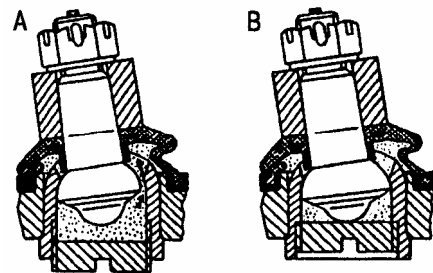

Рис. 6. Заполнение шарнира смазкой
Для замены уплотнителей с помощью приспособлений (рис. 6, 7) выпрессовать шаровые пальцы шарнира из гнезд и заменить уплотнители. Установить пальцы в гнезда, затянуть гайки пальцев моментом 40-50 Н·м (4-5 кгс·см) и проверить состояние стяжного хомута. Если зазор А между стянутыми губками меньше 1 мм, хомут заменить (рис. 2);
- нажать на конец тяги около смазываемого шарнира вверх, чтобы между шаровым пальцем и опорной поверхностью корпуса шарнира образовался зазор (рис. 6, А), завернуть заглушку до упора (рис.6, В). При этом смазка пройдет под уплотнитель шарнира;
Вставить в корпус шарнира палец и измерить размер от малой сферы пальца до торца корпуса (см. рис. 6). Если этот размер более 16 мм, шарнир к эксплуатации непригоден.